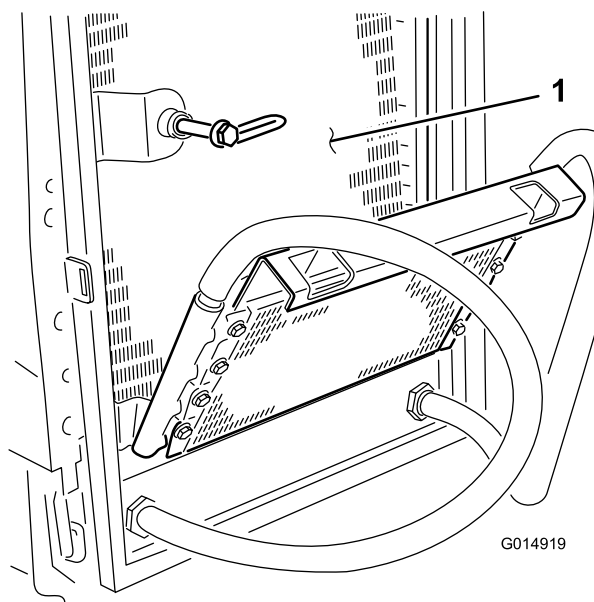

Figura 60
7. Limpie a fondo ambos lados del enfriador de aceite y del radiador (Figura 60) con aire comprimido.